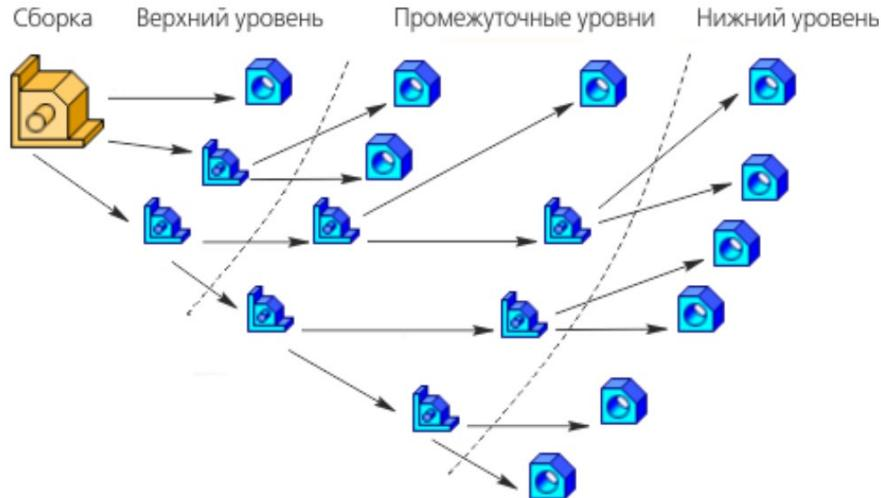

Рис. 3.1. Схема проектирования сверху вниз
- сверху вниз — компоненты создаются в контексте сборки, при этом построение следующих может базироваться на предыдущих (рис. 3.1.);